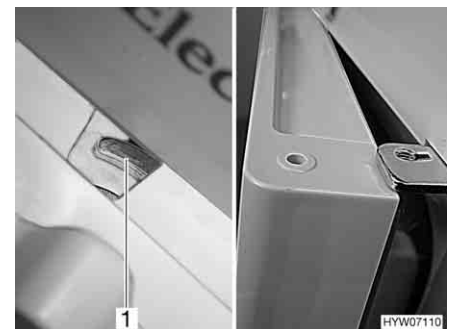

Fig. 196 Porta del frigorifero in posizione di ricircolo dell'aria (serie Dometic 7)
- Spostare il dispositivo di bloccaggio completamente verso destra. La porta del frigorifero è bloccata con l'ausilio dell'arresto della porta (Fig. 196,1). In questo modo la porta del frigorifero rimane ferma in posizione socchiusa (Fig. 196).